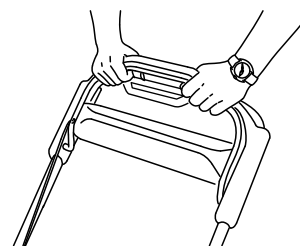

Figura 21
3. Tenete la barra di comando della lama contro la stegola (Figura 21).